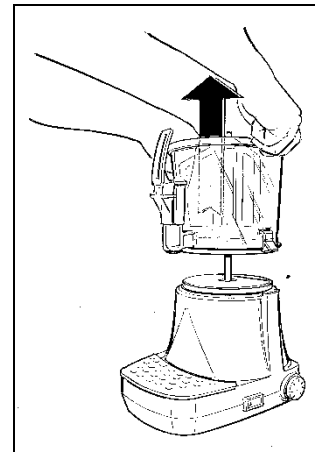
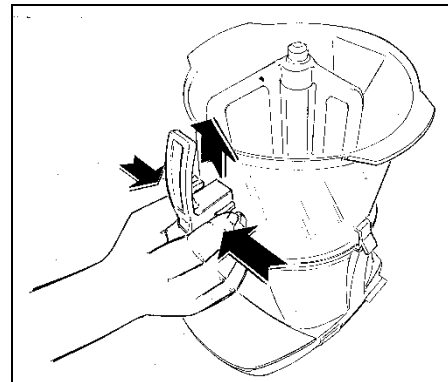

Fig. 8
Fig. 9
- À l'aide de deux maniques, afin d'éviter de se brûler, saisir et soulever vers le haut le conteneur (A). Ce dernier et l'agitateur (E) se décrocheront automatiquement de leur logement (fig. 8).
- Refroidir le conteneur (A) (par exemple en l'immergeant dans de l'eau froide).
- Démontez le robinet du bac en appuyant simultanément sur les deux ailettes du bloc et le soulever de manière à l'extraire de son logement (fig.9).